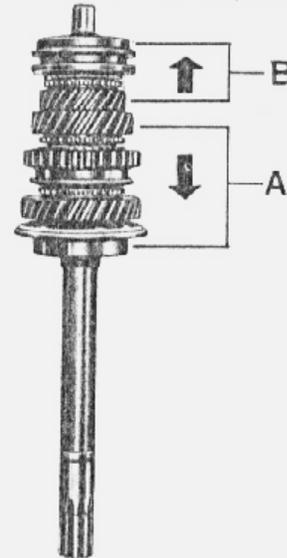

fig. 21 — indicações para desmontagem da árvore secundária
6. Retirar os conjuntos das engrenagens, rolamento e encosto "A" (fig. 21), apoiando a engrenagem da 2ª velocidade na base da prensa.
8. Retirar o conjunto das engrenagens da parte dianteira da árvore secundária "B" (fig. 21), apoiando a engrenagem da 3ª velocidade na base da prensa.